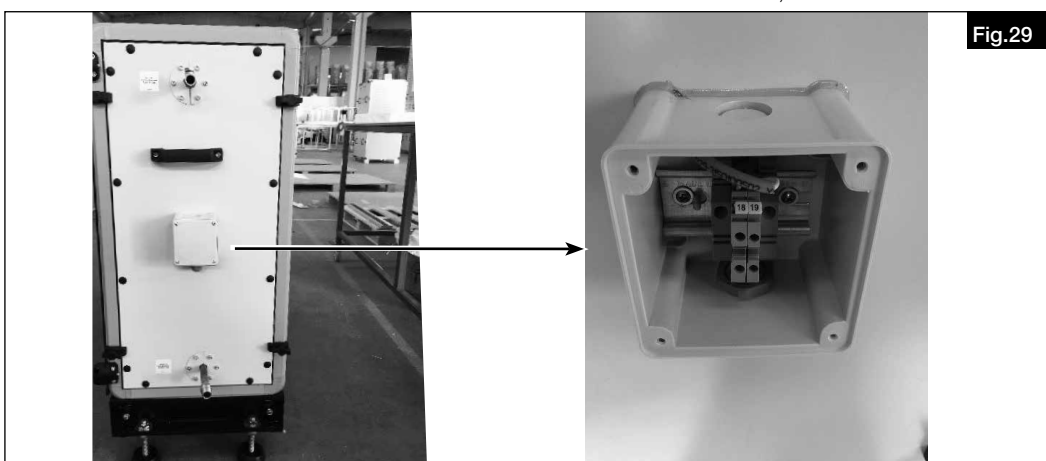

Fig.29
7. Ouvrir le couvercle de la boîte à bornes. Vérifier la section du câble utilisé pour le raccordement du signal. Raccorder le câble de signal aux points de raccordement et fermer le couvercle de la boîte à bornes (voir Fig.29). Raccorder l'autre extrémité du câble à la borne appropriée dans la boîte à bornes de l'unité AIR1 (voir les schémas de raccordement dans les instructions d'installation et d'utilisation de l'unité AIR1).